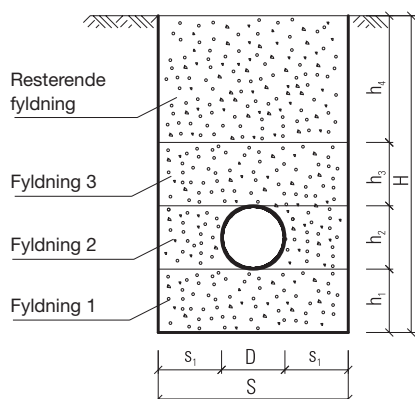

Fig. 3: Lægning af rør i kabelrende – refererer til jordklasse 2
- ⦿ **Fyldning 1** – fyldningen skal være 10 cm med en maks. kornstørrelse på 20 mm uden skarpe sten. (fig. 3)*
- ⦿ **Fyldning 2** – afstanden mellem rørets side og kabelrendens væg (S_1) skal være 10 cm med en maks. kornstørrelse på 20 mm uden skarpe sten. (fig. 3)